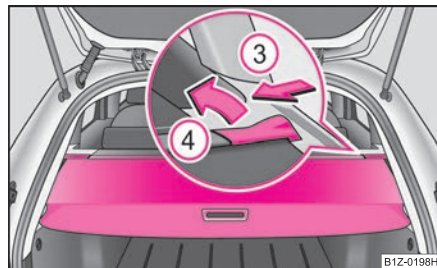

Fig. 85 Portbagajul:
- La transportarea bagajelor voluminoase, raftul se poate demonta. Apăsați cursorul din lateral în sensul săgeții ③ și scoateți masca în sensul săgeții ④ ⇒ fig. 85.